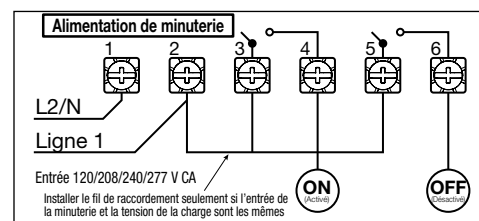
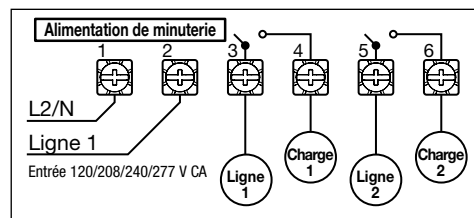

FIG. 5a DT104 configuré pour l'impulsion de la charge à unipolaire unidirectionnel avec fil de raccordement défini sur PUL
FIG. 5d DT104 configuré pour les charges à bipolaire unidirectionnel avec fil de raccordement défini sur SIM
3. Insérez les extrémités du câble sous les terminaux adéquats et serrez les vis à 1,19 Nm (10,5 lb-po). Voir FIG. 5a à FIG. 5d